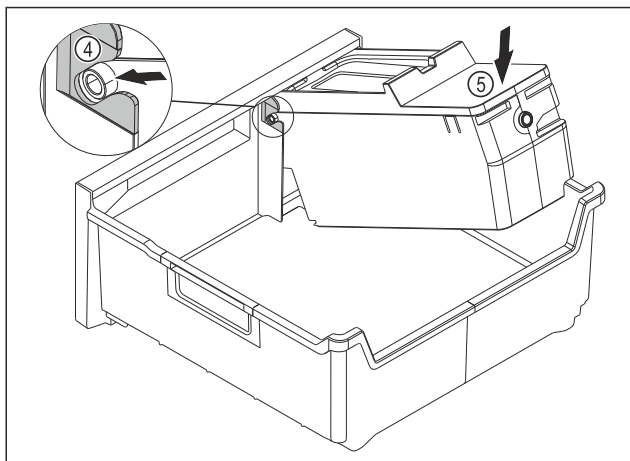

Fig. 116
- ▶ Montați corpul EasyTwist-Ice: Inșerați axele corpului EasyTwist-Ice în ghidaje Fig. 116 (4).
- ▶ Apăsăți corpul EasyTwist-Ice Fig. 116 (5) în spate în jos.